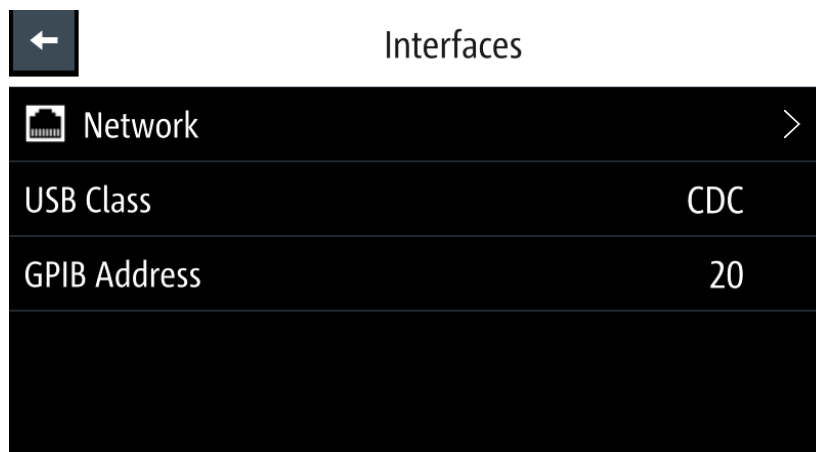

Рис. 6-22: Диалоговое окно интерфейсов
1. Выберите пункт "Network" (сеть) на рис. 6-22. На экране прибора R&S NGP800 отобразится диалоговое окно "Network" (сеть).
1. Выберите пункт "GPIB Address" (адрес GPIB) в меню на рис. 6-22.